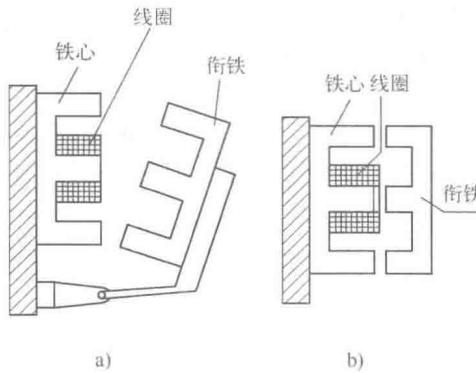

图 1-2 交流接触器电磁系统结构图
1) 电磁机构。电磁机构的主要作用是将电磁能量转换成机械能量，带动触点动作，完成通断电路的控制作用。电磁机构由铁心（静铁心）、衔铁（动铁心）和线圈等部分组成。根据衔铁的运动方式不同，可以分为转动式和直动式、交流接触器电磁系统结构图如图 1-2 所示。交流接触器的铁心一般都是 E 形直动式电磁机构，也有的采用衔铁绕轴转动的拍合式。为了减少剩磁，保证断电后衔铁可靠地释放，E 形铁心中柱较短，铁心闭合后上下中柱间形成 0.1~0.2mm 的气隙。